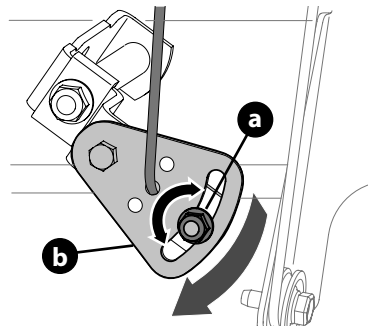

Figure 48
2. Desserrez l'écrou (a) sur le support du câble du levier de vitesse (b). Voir (Figure 48).